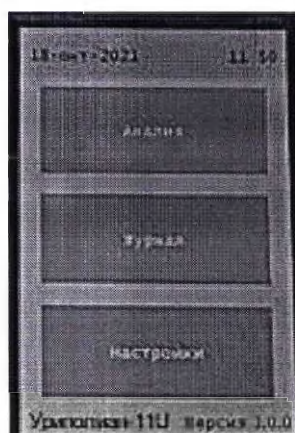

Рисунок 8 - Основное меню
1.4.2.1 После включения анализатора на индикаторе высвечивается Основное меню (рисунок 8).